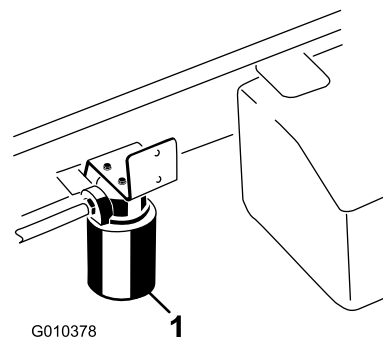

Figure 65
5. Placez un bac de vidange sous le filtre et enlevez le filtre (Figure 65).